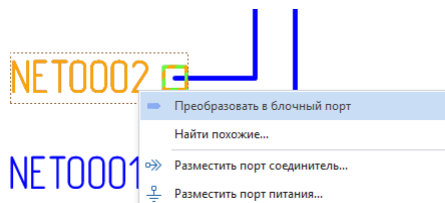

Рис. 265 Размещение блочного порта на свободном окончании цепи
1. Выбрать свободное окончание цепи, вызвать контекстное меню и выбрать пункт «Преобразовать в блочный порт», см. Рис. 265.